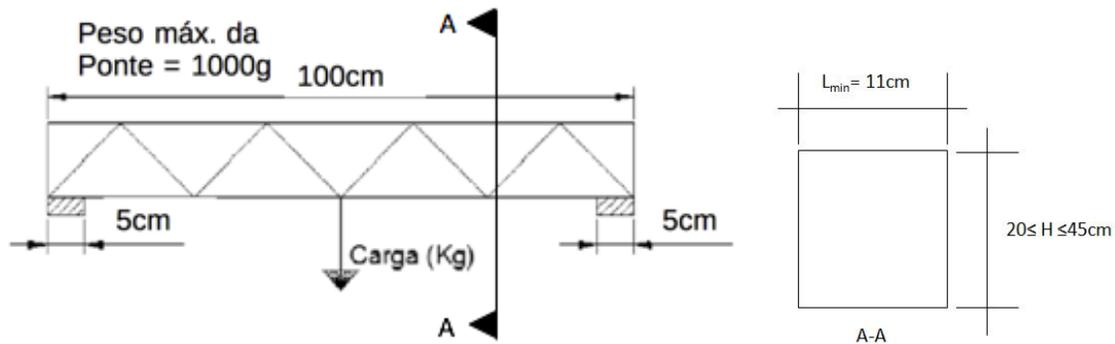

Figura 3: Dimensões da ponte e ponto de aplicação de carga
- Altura máxima de 45cm (tomada do ponto mais baixo até o ponto mais alto da ponte); As pontes devem ter dimensões de acordo com a figura 3.